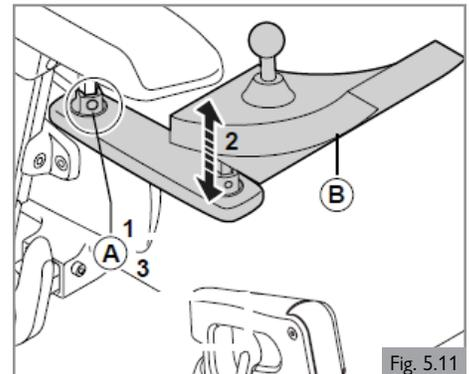
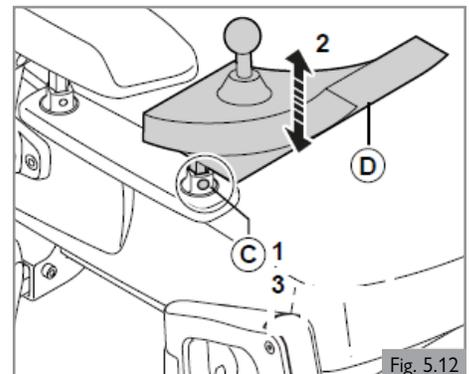

Fig. 5.11
Fig. 5.12
1. Suelte (A) con un giro.
2. Ajuste (B) en la posición deseada.
3. Apriete (A). Consulte los valores del momento de fuerza en la sección 9.
**Altura del mando (1) (Fig. 5.11)**
**Altura del mando (2) (Fig. 5.12)**
1. Suelte (C) con un giro.
2. Ajuste (D) en la posición deseada.
3. Apriete (C). Consulte los valores del momento de force en la sección 9.